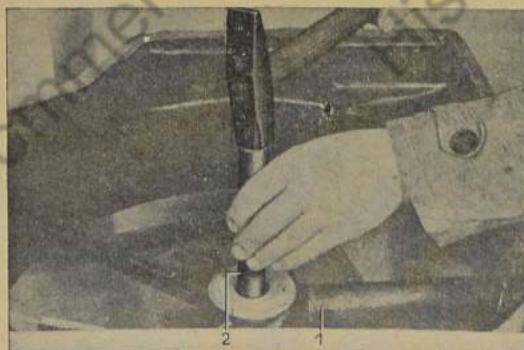

Bild 229: Hochschulterkugellager aus der Lüfterhaube heraus schlagen
3. Hochschulterkugellager mittels Dorn von entgegengesetzter Seite aus der Lüfterhaube heraus schlagen (Bild 229).